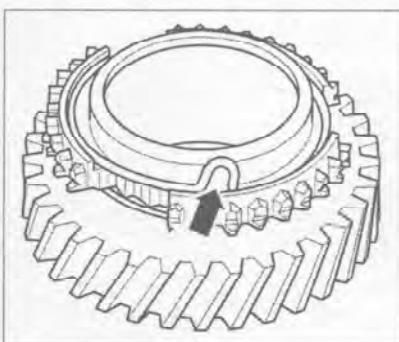

Рис. 7.83. Установка пружинного кольца синхронизатора.
9. Изогнутый конец пружинного кольца (стрелка) должен входить в отверстие шестерни (рис. 7.83).